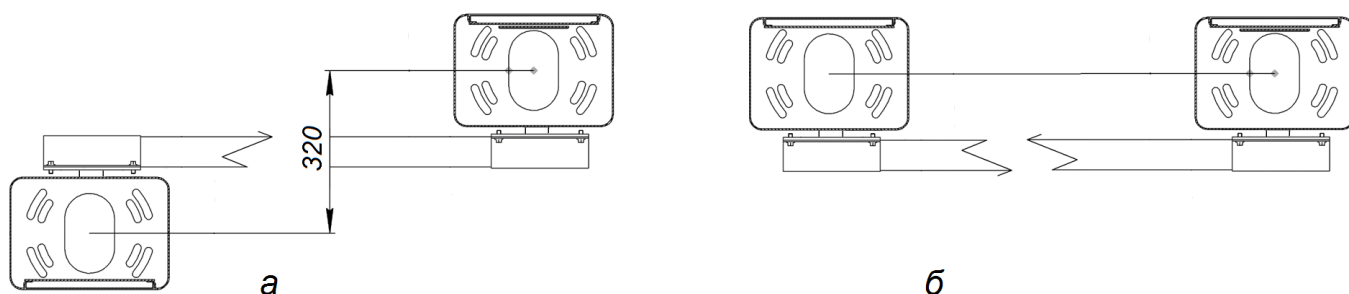

Рисунок 3
- а). Тумбу шлагдауа надо развернуть вокруг оси на 180° (см. Рисунок 3)